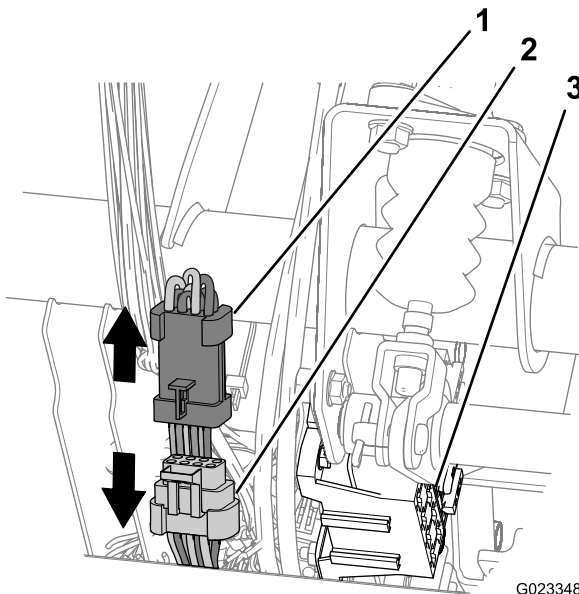

Figura 21
1. Davanti alla macchina e accanto al portafusibili, individuate i connettori a 8 pin e 8 prese per il cablaggio preassemblato anteriore e posteriore della macchina (Figura 21).
2. Scollegate i connettori a 8 pin e 8 prese per il cablaggio preassemblato anteriore e posteriore (Figura 21).